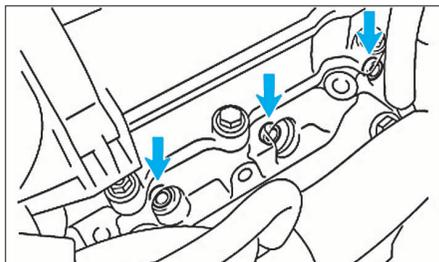

FIG. 61
- S'assurer de récupérer les joints d'injecteur (Fig.61).